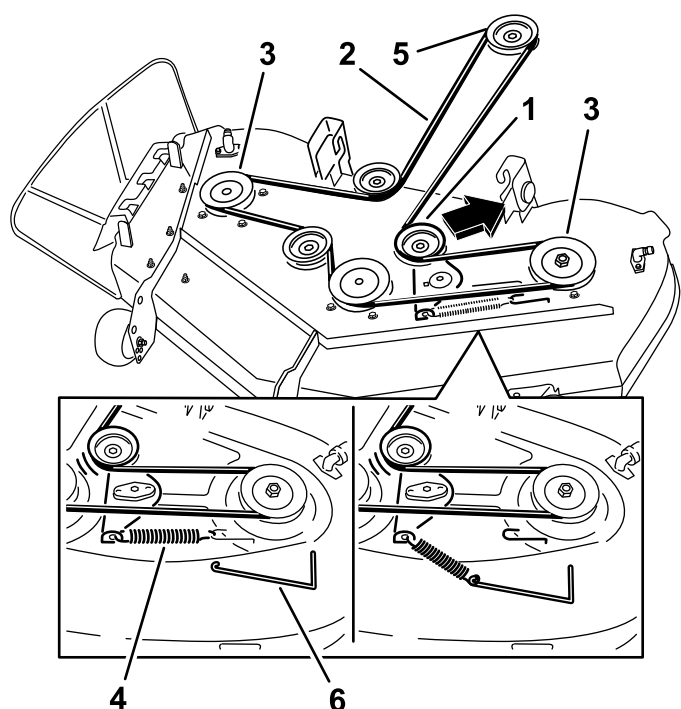

Figura 46
5. Usando una herramienta para la retirada de muelles (Pieza Toro N° 92-5771), retire el muelle tensor del gancho de la carcasa para eliminar la tensión de la polea tensora, y retire la correa de las poleas (Figura 46).
6. Pase la correa nueva alrededor de las poleas del motor y del cortacésped (Figura 46).
7. Usando una herramienta para la retirada de muelles (Pieza Toro N° 92-5771), instale el muelle tensor sobre el gancho de la carcasa y tense la polea tensora y la correa (Figura 46).